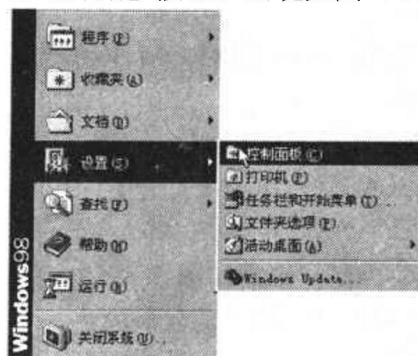

图 2-1 【开始】菜单
1. 单击 Windows 窗口下的【开始】按钮，出现如图 2-1 所示的菜单。